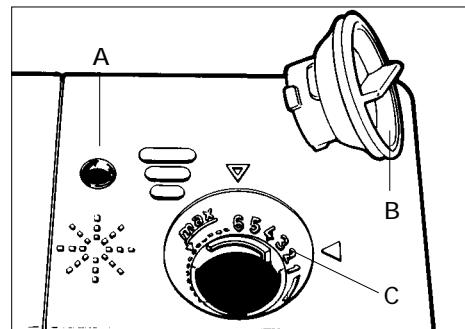

fig. 5
- Open het glansmiddelreservoir (zie fig. 5) aan de binnenkant van de deur naast het afwasmiddelbakje.